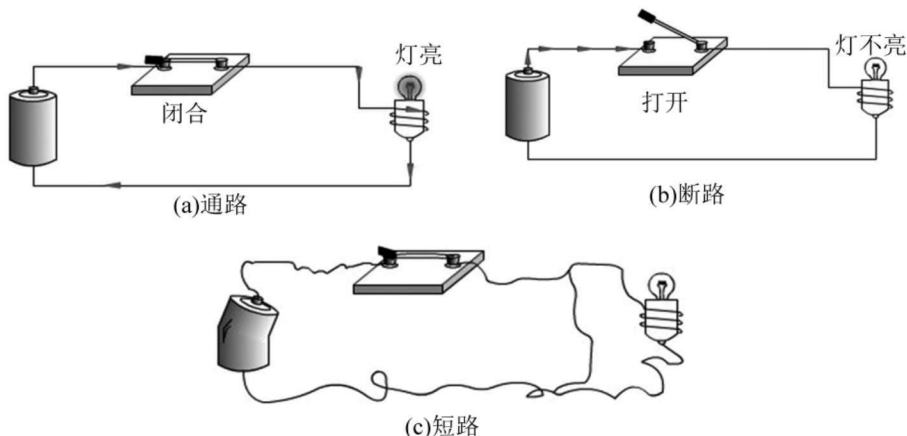

图 1-3 电路状态
1. 通路(闭路):如图 1-3(a)所示,电路各部分连接成闭合回路,有电流通过。
2. 断路(开路):如图 1-3(b)所示,电路断开,电路中无电流通过。
3. 短路(捷路):如图 1-3(c)所示,电源两端或电路中某些部分被导线直接相连。短路时电流很大,会损坏电源和导线,应尽量避免。但有时也会利用短路的方法对电路故障进行查找,有时也可对电路进行应急处理。